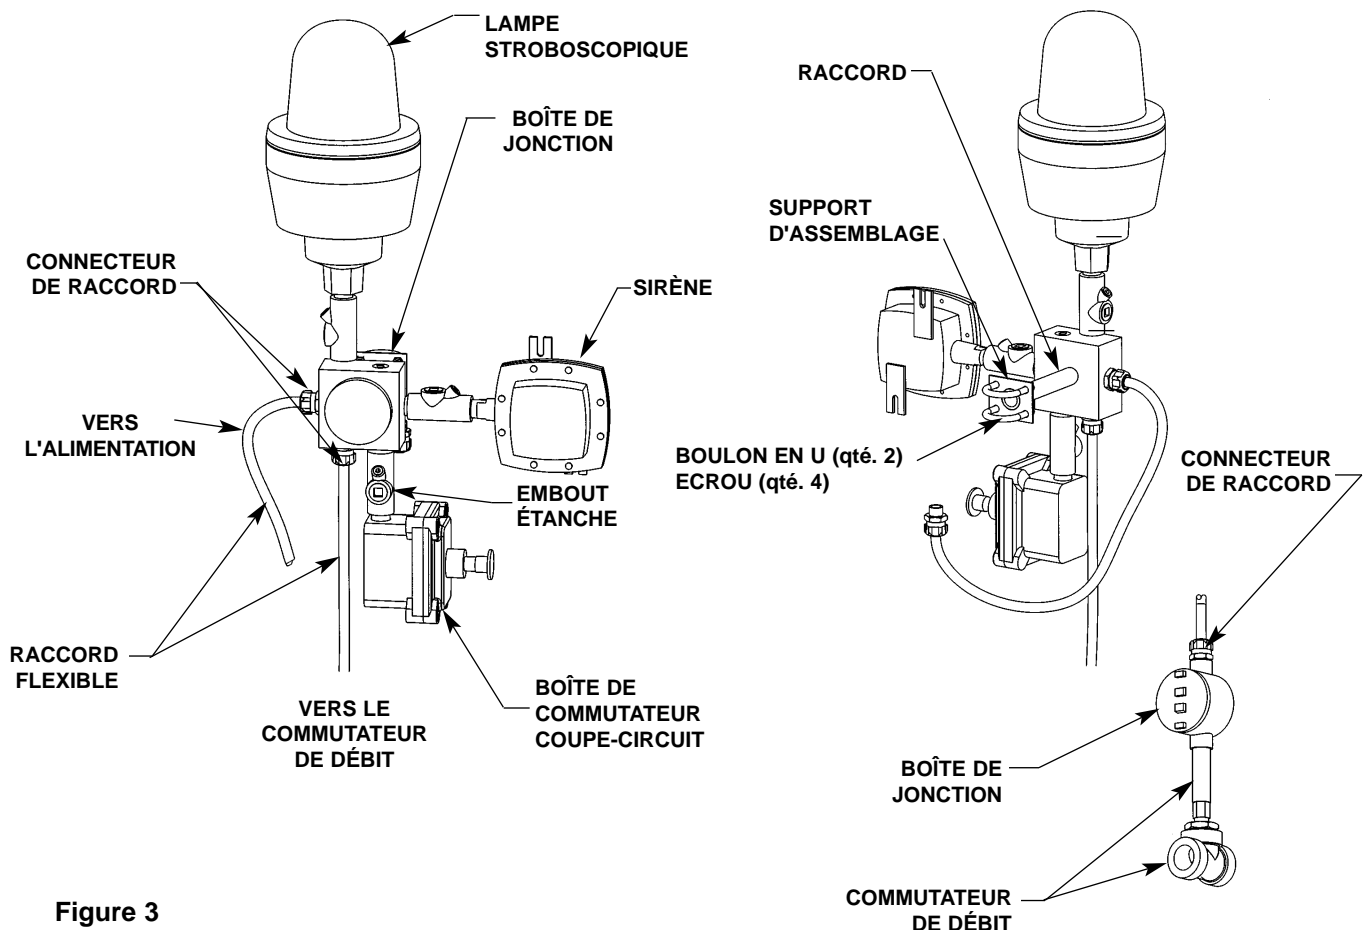

Figure 3
*NOTE : L'utilisation de la douche d'urgence au premier contrôle d'alarme pourrait exposer inutilement le commutateur à un martèlement d'eau, le tuyau en aval pouvant être vide. Même si le commutateur de débit est conçu pour résister à un tel choc, l'utilisation de la douche oculaire à débit faible est recommandée lors du premier test. Vous référer à la Figure 3 pour tester le système d'alarme.*